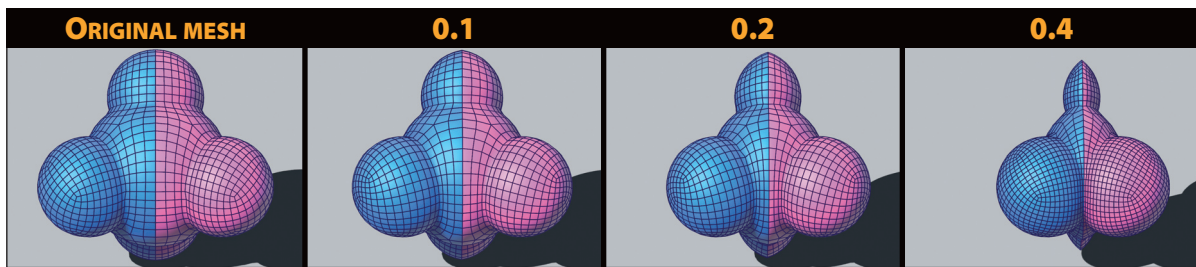

Figura C.29 Effetti dell'offset per regolare la posizione del piano di ribaltamento, rispetto al workspace.
- **OFFSET:** regola un valore incrementale che influenzerà l'ubicazione del piano di ribaltamento, e con esso anche la posizione della porzione clonata in modo speculare (**Fig. c.29**).